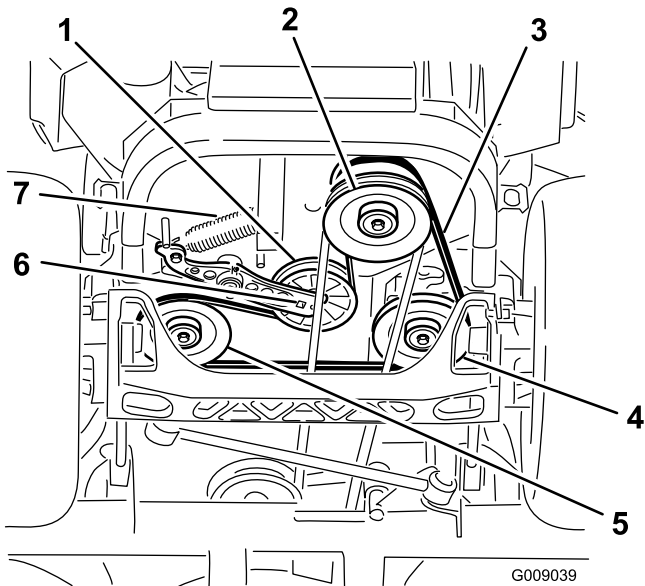

Figura 82
4. Sollevate la macchina e sostenetela su cavalletti (Figura 82).
- Utilizzate un cricchetto nel foro quadrato del braccio di rinvio per rimuovere la molla del tenditore (Figura 82).
- Sganciate la molla del tenditore dal telaio (Figura 82).
- Utilizzate un cricchetto nel foro quadrato del braccio di rinvio per installare la molla del tenditore sul telaio (Figura 82).